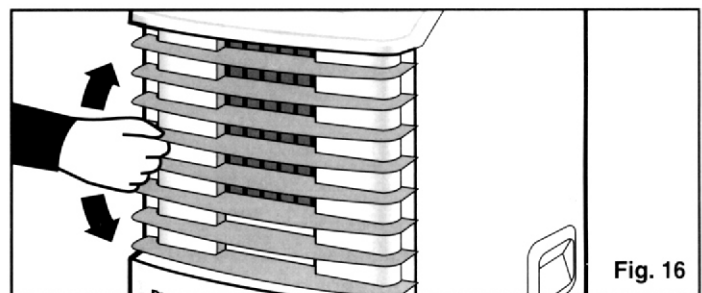

Fig. 16
- 8) Pour ajuster la direction de la "circulation d'air", (vers le haut / bas seulement) réglez un des **volets horizontaux (à l'exception du volet du supérieur et inférieur)** et tous les autres volets s'ajusteront automatiquement (**à l'exception du volet supérieur et inférieur**). Fig. 16.